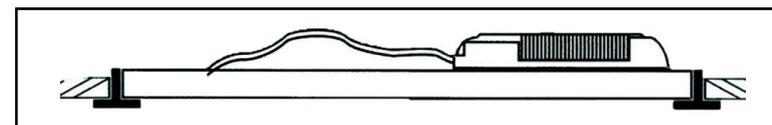
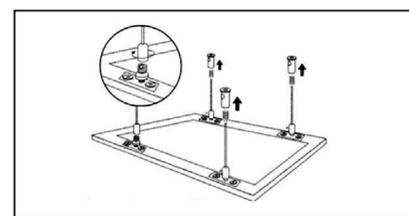
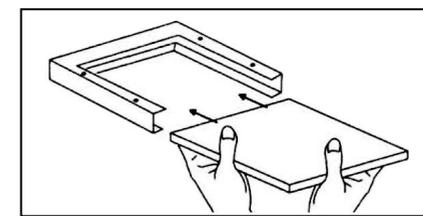

Рис. 3
Рис. 4
Рис. 5
- Конструкцией осветительного прибора предусматривается как подвесное (рис.4), так и стационарное накладно крепление. Стационарное встраиваемое путём установки на Т-профиль (рис.3) и стационарное накладное с помощью каркасной рамы (рис.5). **Внимание!** Подвесы (CP 10 Suspension set) и каркасная рама (CP 10 SMB 600x600) в комплект не входят и приобретаются отдельно.